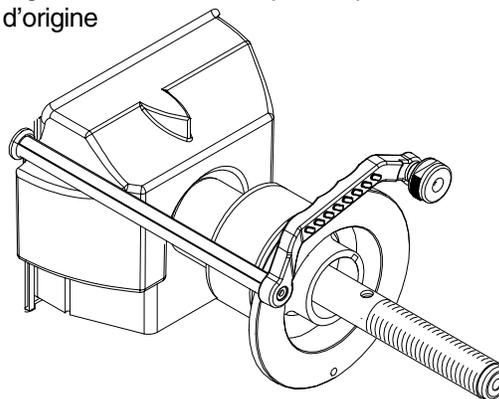

Figure 42 - Bras SAPE entièrement étendu
4. Tirer doucement le bras **SAPE** jusqu'à ce qu'il soit complètement étendu (Figure 42), le maintenir immobile pendant environ 1 seconde, une sonnerie se déclenchera. **NOTE:** Le bras sort devant la Face Logement Cloche.